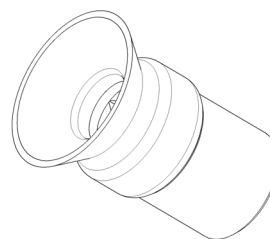
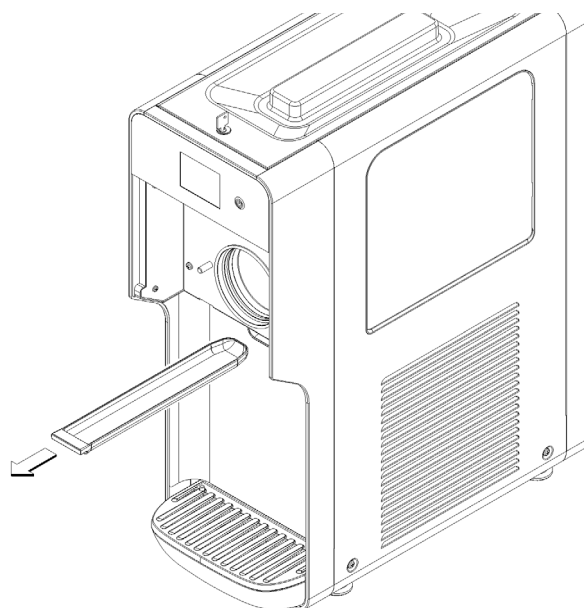

figura 29
figura 30
- 2 Una vez por semana: verifique que la junta del raspador no esté desgastada. de ser así, sustitúyala con un repuesto original del fabricante. (ver figura 29)
- 3 Una vez por semana: verifique la presencia de eventuales pérdidas, extrayendo la bandeja (ver figura 30). Si hay verifique que la junta del raspador no esté desgastada. de ser así, sustitúyala con un repuesto original del fabricante (ver figura 29).